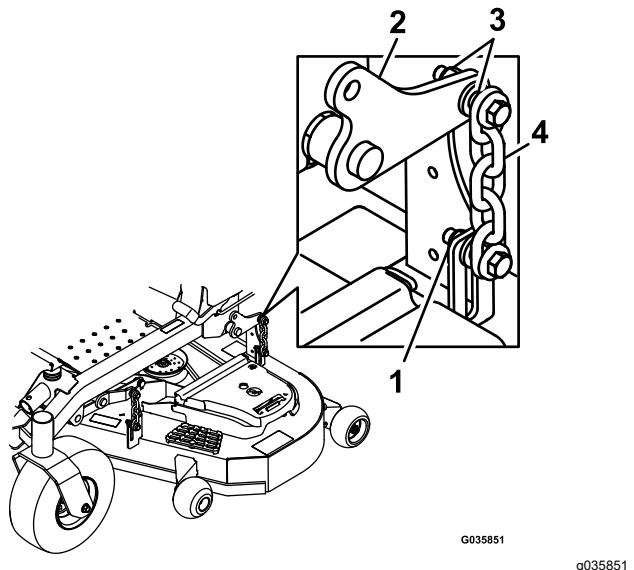

Figure 85
16. Desserrez les contre-écrous (Figure 85) aux quatre coins de sorte que le plateau repose solidement sur les 4 cales.